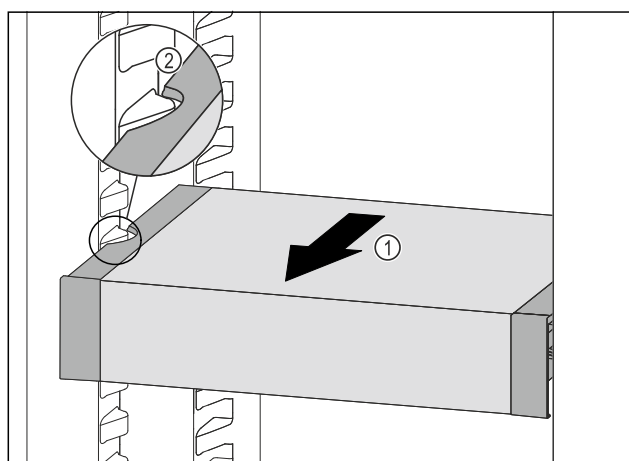

Fig. 136
- ▶ Táhněte VarioSafe dopředu Fig. 136 (1), dokud nebudou boční vybrání VarioSafe na úrovni žebrování na nádoby v chladniče. Fig. 136 (2)